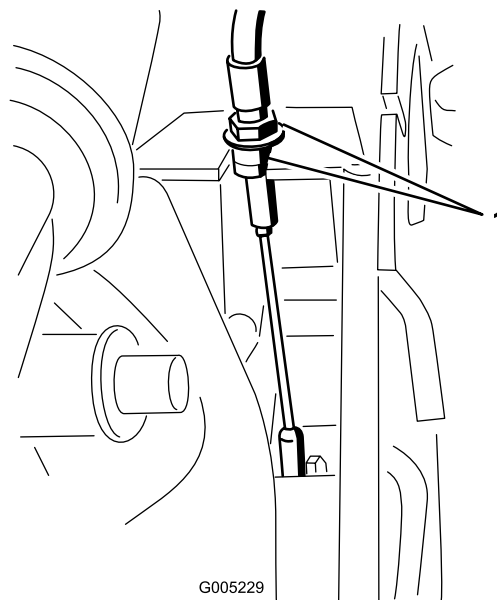

Figura 27
1. Si la máquina no avanza, gire las tuercas del cable de la transmisión media vuelta en sentido horario para apretar la correa (Figura 27).
2. Si la máquina avanza lentamente, gire las tuercas del cable de la transmisión media vuelta en sentido antihorario para aflojar la correa (Figura 27).